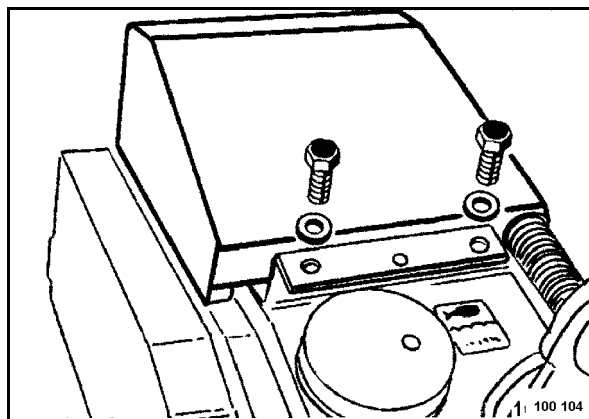

Fig. 55
- Desenroscar los tornillos de fijación (Fig. 55) de la tapadera abatible y abrir la tapa.